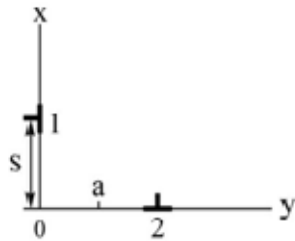

图 3-4
6. 两根刃位错显得 b 大小相等且相互垂直(如图 3-4 所示), 计算位错 2 从其滑移面上 $x \leq 0$ 处移至 $x=a$ 处所需的能量。